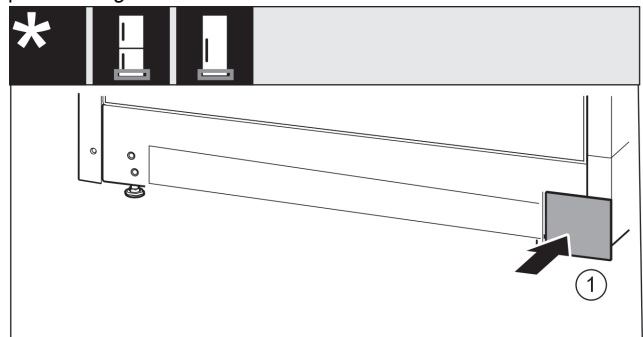

Fig. 16
- ▶ Vendosni sërish në vend kapakun mbulues në anën tjetër. Fig. 16 (1)